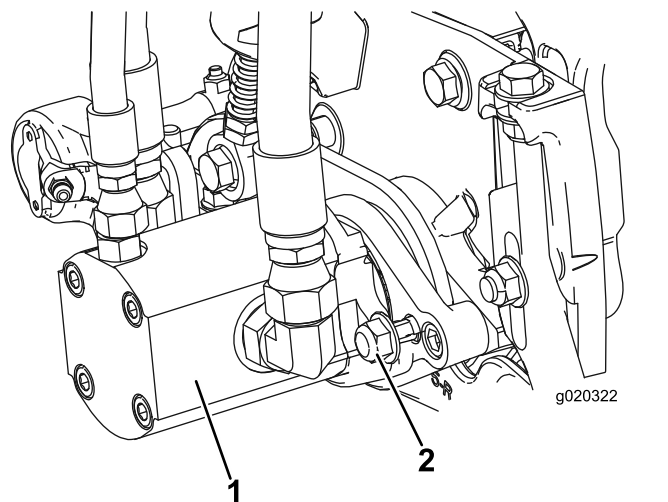

図 13
17. モータを右にひねってモータフランジのロックナットをかわしながらモータを取り付ける 図 13。モータを左にひねってフランジをナットに噛み込ませてセットし、ナットを締め付けて固定する。